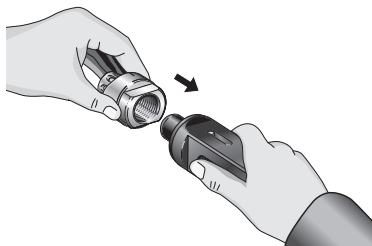

Figura 8 – Montaje del acoplamiento en el expansor
3. Coloque el extremo roscado del acoplamiento sobre el extremo del expansor. *Vea la Figura 8.*